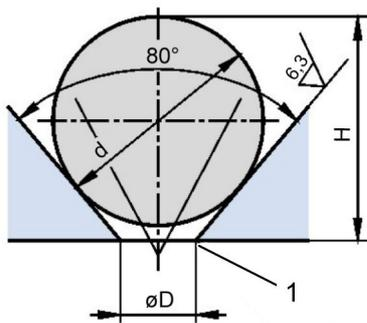

Fig. 34: Géométrie du seuil d'injection
- Le fonctionnement de la buse à canal chaud est influencé de manière significative par le diamètre  $\varnothing D$  (Fig. 34) du seuil d'injection.